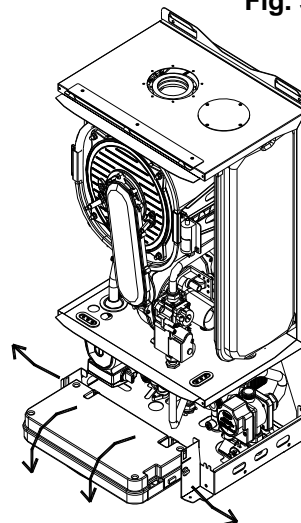

Fig. 5
- Saisir en même temps les équerres du panneau de commandes (fig. 5) et, en les écartant, baisser le panneau en le faisant tourner vers le bas